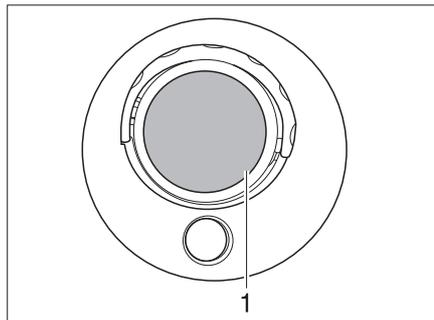

Bild 186 Halogenaufbauleuchte Fahrerhaus (I-Modell)
- Glasabdeckung (Bild 186,1) vorsichtig mit einem geeigneten Werkzeug (z. B. Schraubendreher) aushebeln und abnehmen.